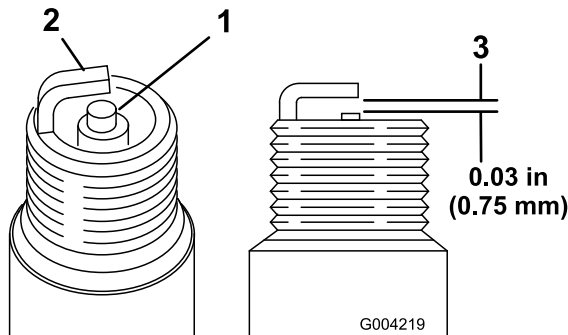

Figure 49
1. Examinez le centre des bougies (Figure 49). Si le bec isolant est recouvert d'un léger dépôt gris ou brun, le moteur fonctionne correctement. S'il est couvert d'un dépôt noir, c'est généralement signe que le filtre à air est encrassé.
2. Contrôlez l'écartement entre l'électrode centrale et l'électrode latérale (Figure 49).
3. Courbez l'électrode latérale (Figure 49) si l'écartement est incorrect.